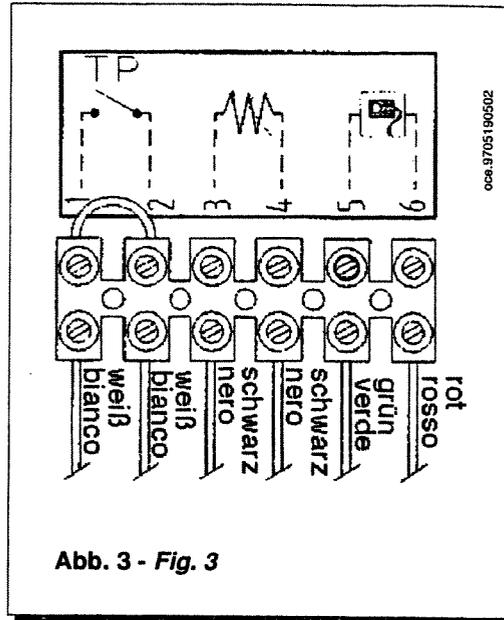

Abb. 3 - Fig. 3
- Auf das Klemmenbrett im Innern des Bedienfeldes (Abb. 3) zugreifen, um den Anschluß des Außenfühlers der Fernsteuerung und des Thermostats für Fußbodenanlagen auszuführen.
- *Accedere alla morsettiere delle connessioni, presente all'interno del cruscotto comandi (fig. 3), per il collegamento della sonda esterna del telecontrollo e del termostato per impianti a pavimento.*